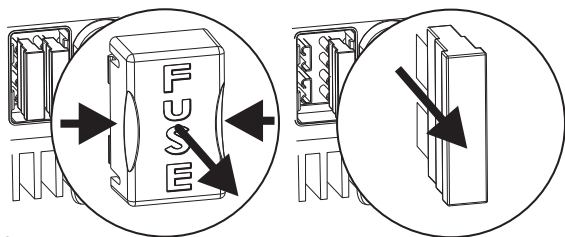

Figura 2
- Verificare che durante l'installazione l'uscita della fonte di alimentazione (batteria) sia spenta. Inoltre, se non si desidera incorrere in alcun pericolo verificare che durante l'installazione non vi siano utenti collegati alla batteria. Rimuovere i fusibili e la corrispondente calotta di protezione (figura 2).